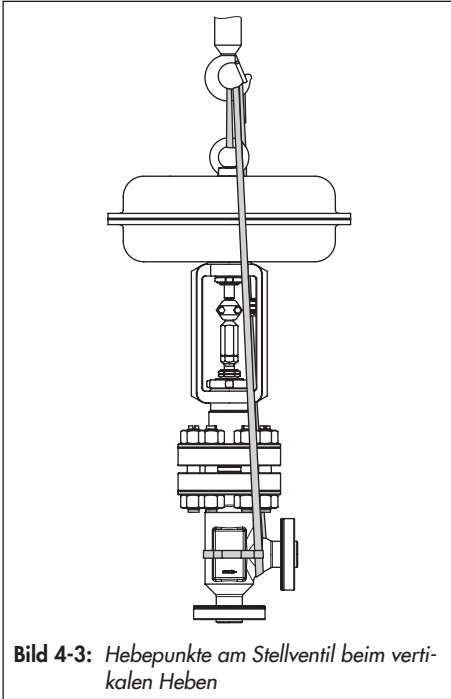

Bild 4-3: Hebepunkte am Stellventil beim vertikalen Heben
1. Krans oder Gabelstaplers anschlagen, vgl. Bild 4-3.
Die Stellventile können auch vertikal angehoben werden, vgl. Bild 4-3. Beim vertikalen Heben folgende Bedingungen sicherstellen: